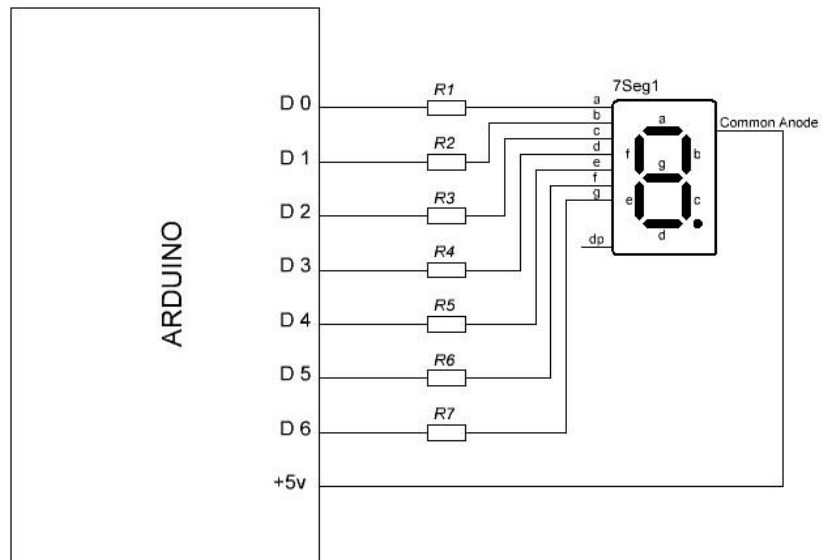

Рисунок 3 – Схема лабораторної установки
3.4 Складіть схему зображену на рис.3.